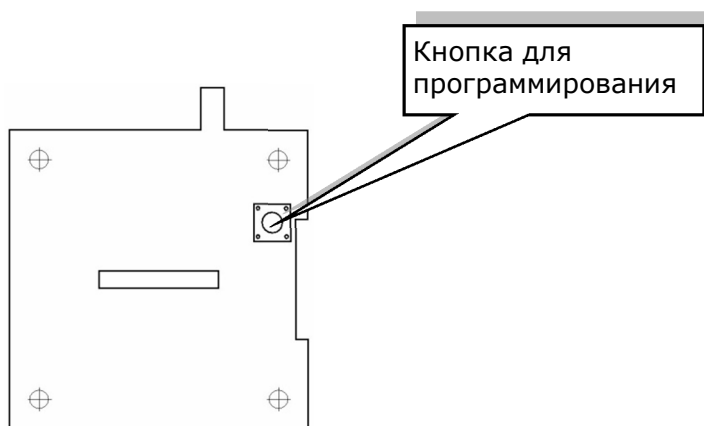

Рисунок 6.4. Плата радиокнопки вызова MP-411D1
1. Снять 2 заглушки с лицевой части корпуса кнопки вызова и открутить 2 самореза, которыми крепится задняя крышка. После снятия крышки станет доступна кнопка для перевода устройства в режим программирования (рис.6.4).